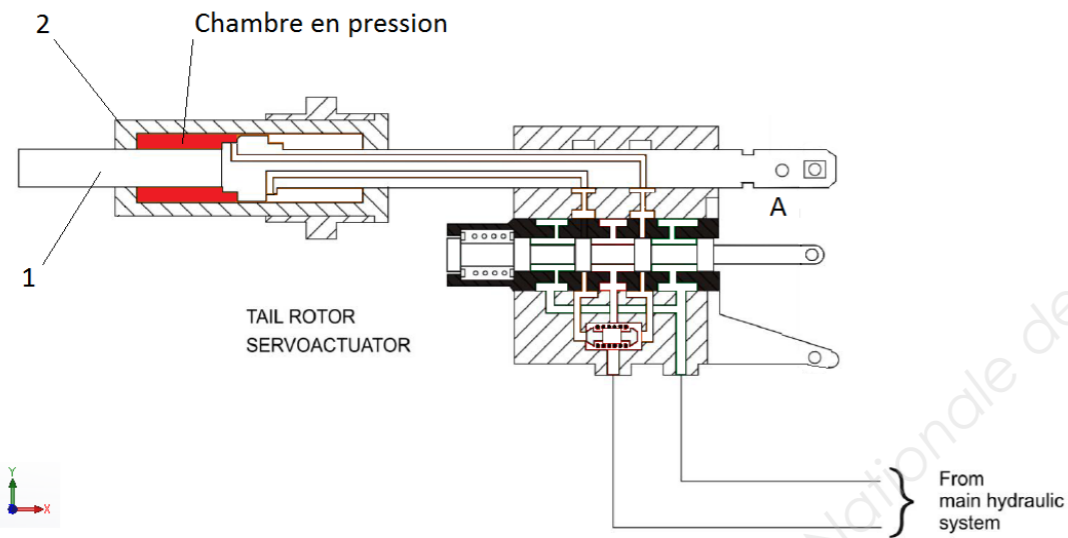

Figure 9
4. La chambre de gauche de la servocommande est en pression (voir figure 9).
Représenter cette force sur la figure 9 suivante.